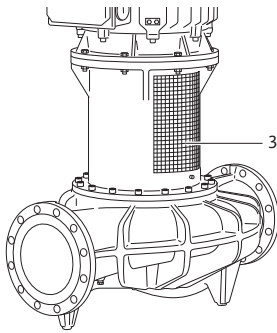

Fig. 48: Monterad kopplingskyddsplåt
- **Pumpen får endast användas med monterade kopplingskyddsplåtar (Fig. 48, pos. 3).**